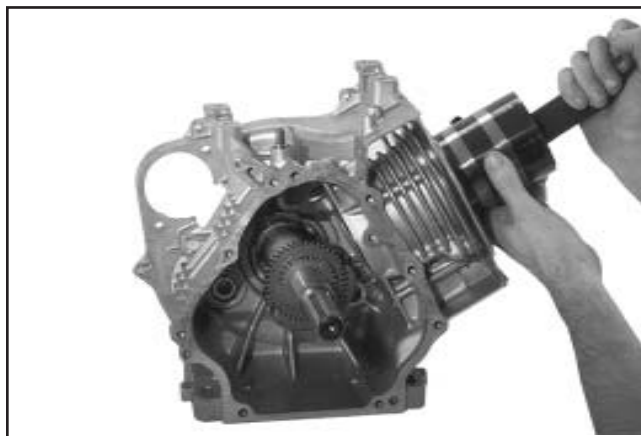

Figure 11-13. Installer le piston à l'aide d'un compresseur.
5. Assurer que la marque « ▽ » sur le piston est orientée vers le bas, vers la base du moteur. Taper légèrement avec le manche d'un marteau à prise en caoutchouc sur le piston pour l'enfoncer dans le cylindre comme montré sur la Figure 11-13. Veiller à ce que les rails de la bague de commande de l'huile ne sautent pas entre le fond du compresseur et le haut du cylindre.